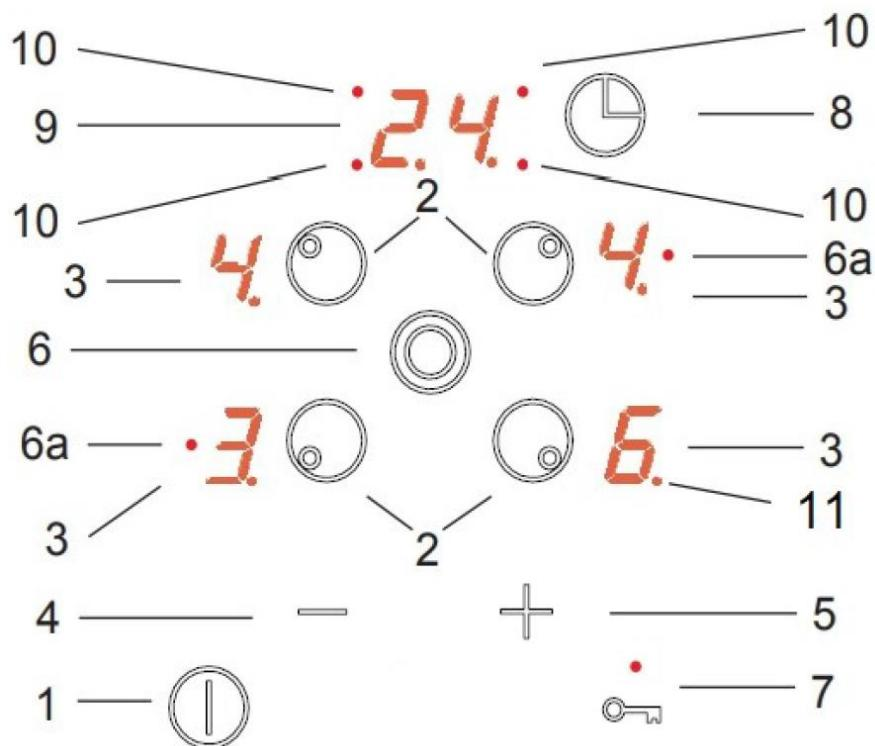

Рис. 6
- 1) нажимая кнопку [ON/OFF] (1) (рис. 6) соответствующей конфорки на 1 секунду;
Включив поверхность и выбрав требуемый уровень мощности для определенной конфорки, можно блокировать управление, нажав на кнопку блокировки управления (7) (рис. 6). Прозвучит короткий звуковой сигнал и загорится контрольная лампочка (7) (рис. 6). Панель управления заблокирована.